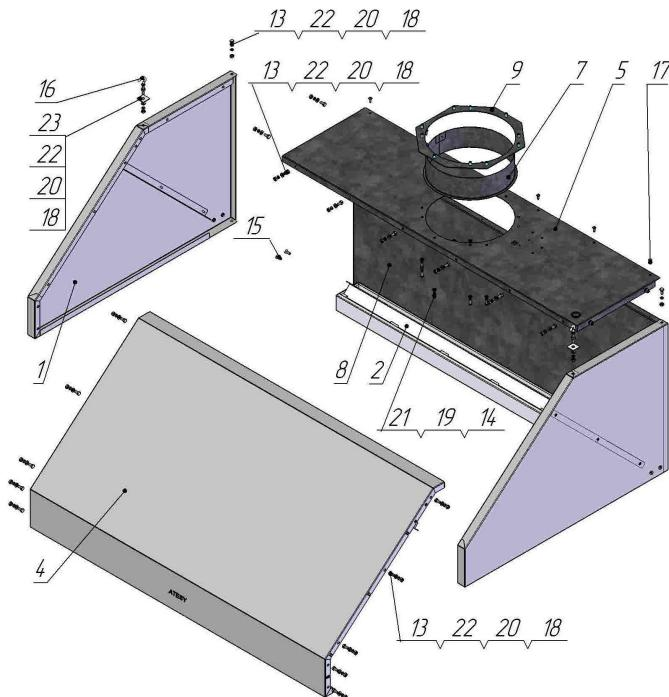

Рис.1
- 4.5.2. На два крючка поз.16 (Рис. 1) навернуть гайки поз.18 на расстояние ~ 30 мм от конца стержня. Взять боковину поз.1 и вставить крючок с гайкой в отверстие, закрепить комплектом крепежа поз.23*, поз.22, поз.20, поз.18 . Аналогично установить крючок на второй боковине.
Крепёж не затягивать. Вставить жиросборник поз.2 между боковинами, как показано на Рис.1, и закрепить винтами поз.15, с обеих сторон. Крепёж не затягивать. Крышку в сборе установить на собранный каркас соединить с боковинами поз.1 и закрепить комплектом крепежа поз.13, поз.20, поз.22, поз.18. Крепление к стенке задней поз.8 произвести крепежом поз.17. Затянуть весь крепёж.